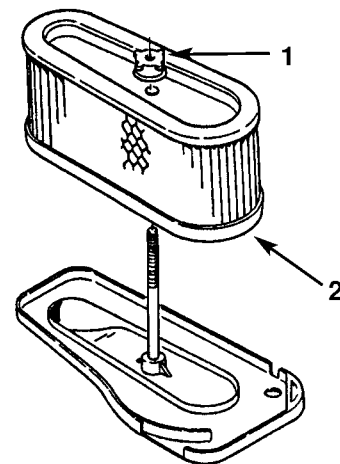

**Bild 29**
4. Den Schaumeinsatz vorsichtig vom Papiereinsatz abschieben (Bild 29).
1. Den Schaumeinsatz vorsichtig über den Papierluftfiltereinsatz stülpen (Bild 29).